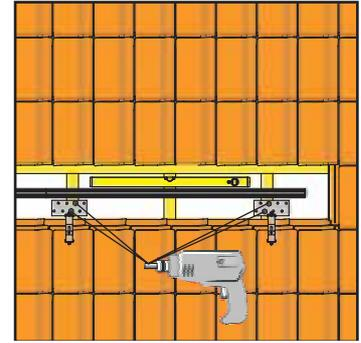

Figura 3-7 Avvitare saldamente i ganci da tetto ai puntoni con almeno due viti
- Fissare ciascun gancio da tetto (EKSFIXAD, EKSFIXADP) con almeno due delle viti da legno in dotazione al puntone (Figura 3-7), praticando i fori con una punta a spirale da 6 mm.